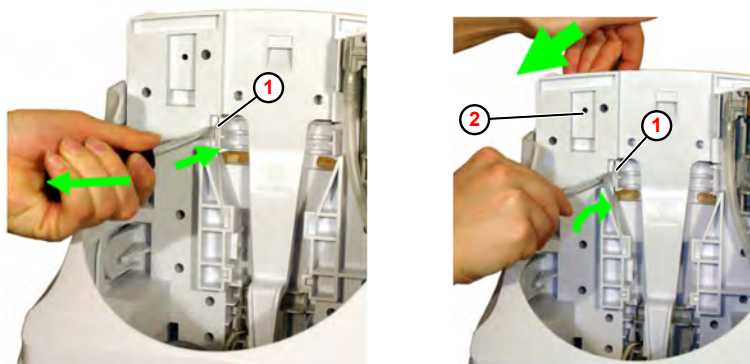

Fig. 19: Estrazione dal supporto (rappresentazione EcoPlus S)
1. ➤ Posizionare il grande cacciavite a taglio (Fig. 19 , ①) (lama larga!) tra l'elemento a scatto e la parete posteriore del dispositivo.
2. ➤ Ruotare il cacciavite a taglio finché non si apre l'elemento a scatto ed estrarre il dispositivo ② tirando con la mano in avanti.